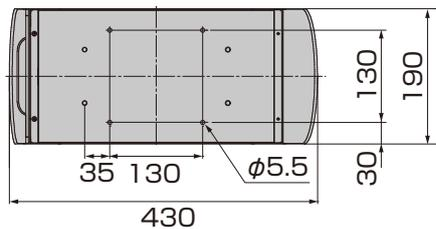

図6-8 アメリカンポスト
- ①アメリカンポスト本体の底面4ヶ所にφ5.5の穴をあけてください(図6-8参照)